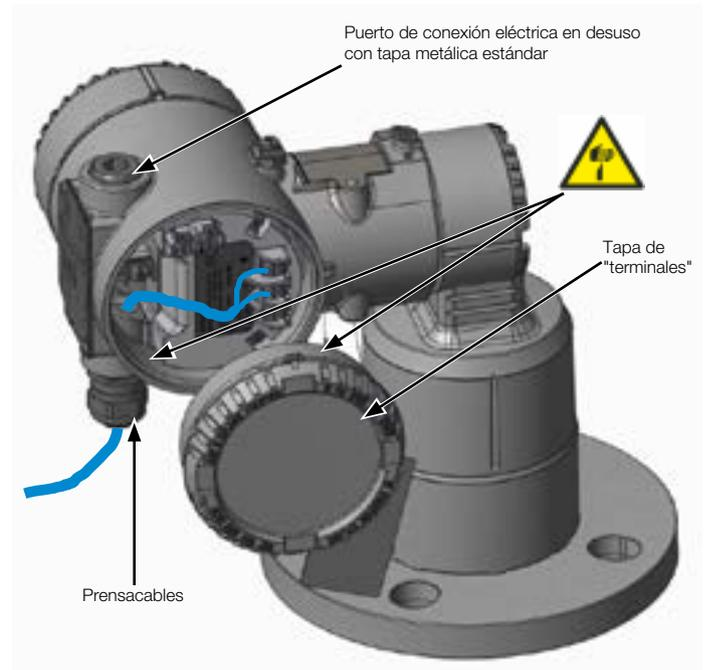

Figura 3 Acceso a los terminales dentro del modelo LLT100
1. Retire la tapa temporal de plástico de uno de los dos puertos de conexión eléctrica (véase Figura 3).
2. Retire la cubierta del alojamiento del lado de los "terminales" (véase Figura 3). Consulte las indicaciones de la placa de características del instrumento.